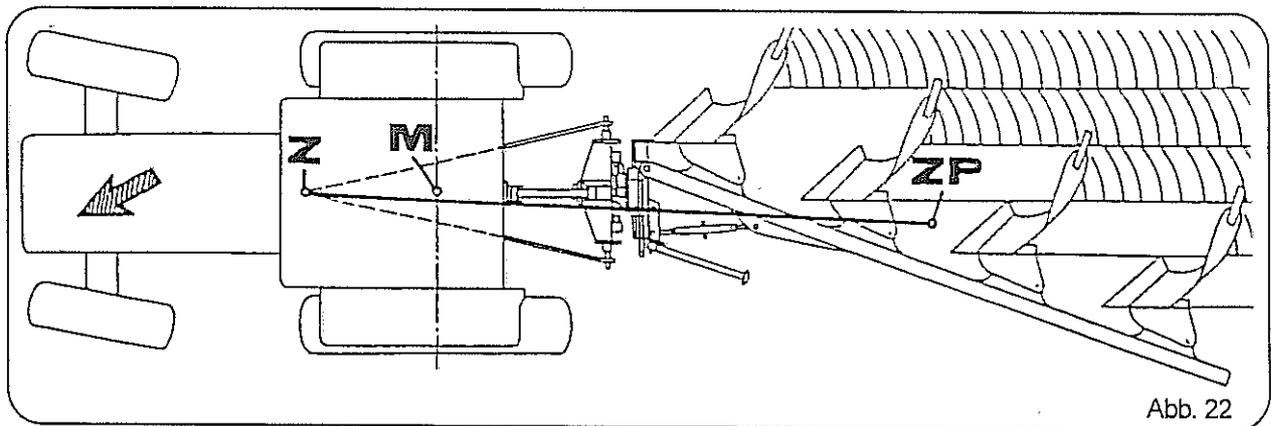

Abb. 22
Da nach Abb. 22 die Schlepper-Pflug-Zuglinie (Verbindung Z nach ZP) den Punkt M in der Mitte der Schlepperhinterachse nicht kreuzt, hat der Schlepper Seitenzug.
- Schlepper hat Seitenzug zum Ungepflügten (Abb. 22)